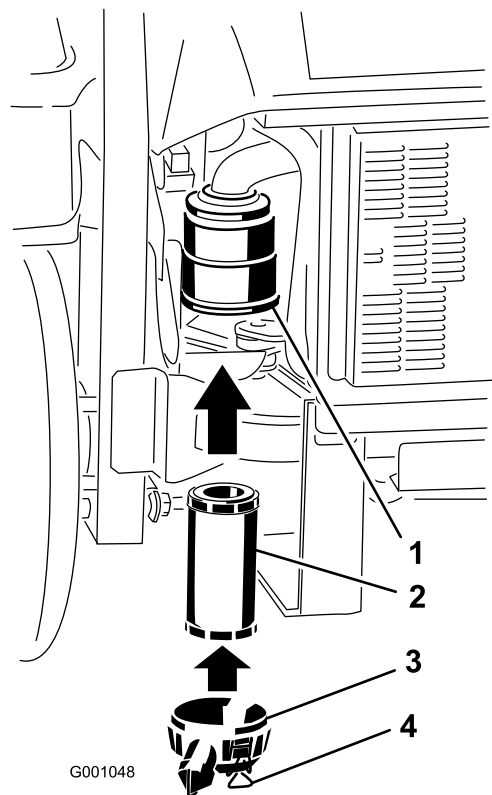

Bild 41
2. Schieben Sie den Filter vorsichtig in das Gehäuse (Bild 41). Stellen Sie sicher, dass dieser einwandfrei einliegt, indem Sie beim Einbauen auf den äußeren Rand des Filters drücken.
3. Bringen Sie die Luftfilterabdeckung an und befestigen Sie die Riegel (Bild 41).